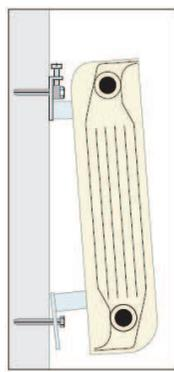

fig. 2
- 5) Posez le radiateur sur les supports supérieurs en le maintenant légèrement incliné (**fig.2**).